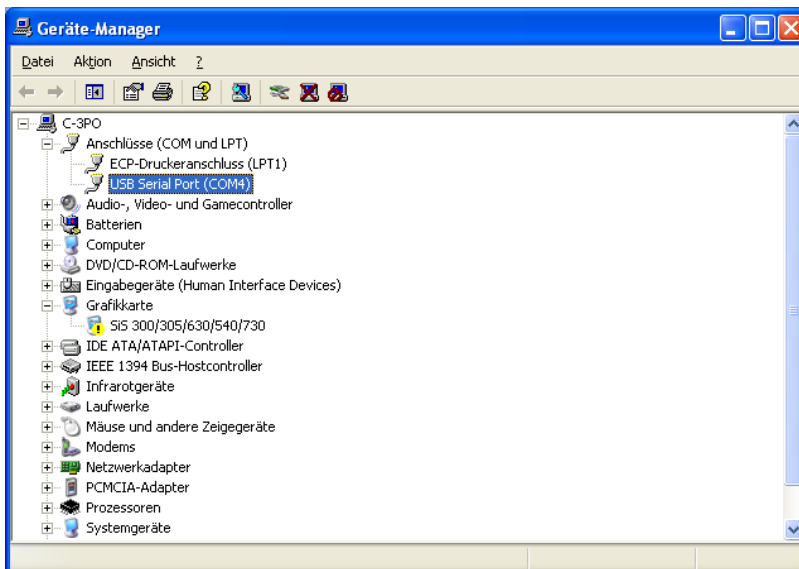

Abbildung 1: Gerätemanager, COM4 wird als serielle Schnittstelle erkannt
Die Praktikumlaptops verfügen über keine RS232 Schnittstelle. Deshalb übernimmt das MA-VIN RS232-Modul die Bereitstellung einer externen RS232-Schnittstelle, die per USB an den Rechner angeschlossen wird. Das RS232-Modul wird automatisch von WindowsXP erkannt und im Geräte Manager als USB Serial PORT angezeigt (Abbildung 1).
1. Schnittstelle wählen (Abbildung 2). Wie in Abbildung 1 zu sehen ist die serielle-USB-Schnittstelle automatisch als COM4 deklariert worden. Um diese nutzen zu können muss COM4 auch als Verbindung im Hyperterminal verwendet werden.